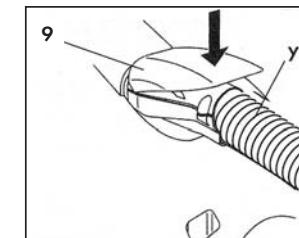
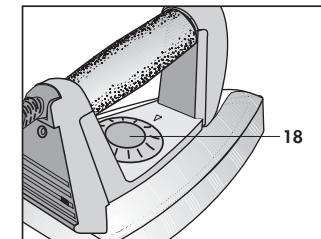

Abb. 18
Abb. 19
- Die Klappe der Steckbuchse für das Zubehör (9) ganz öffnen und den Schnellanschluss des Bügeleisens (y) in die Steckbuchse am Geräteteil einsetzen und hineindrücken.
- Klappe gegen den Schnellanschluss des Zubehörs(9) drücken und sicherstellen das die beiden Einzelteile einrasten. Abb. 18.
- Gerät über den Hauptschalter (4) einschalten und den Heizkesselschalter (5) drücken. Vor dem Gebrauch abwarten bis die grüne Leuchte für Betriebsbereitschaft (7) aufleuchtet.
- Die Dampfmenge über den Regler (6) am Gerät auf Min. gegen den Uhrzeigersinn drehen.
- Die Temperatur des Bügeleisens auf die für das Gewebe geeignete Temperatur über den Regler (18) einstellen. Abb. 19
- Taste (19) für die Dampffunktion am Handgriff des Bügeleisens drücken, um die Dampffunktion ein- und auszuschalten. Abb. 19 bis
Abb. 19 bis